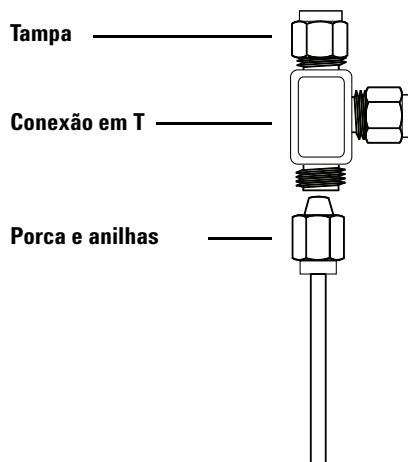

Figura 15 T Swagelok
- 1 Corte a tubulação onde quiser instalar o T. Conecte a tubulação e o T com uma conexão Swagelok. Consulte Figura 15.